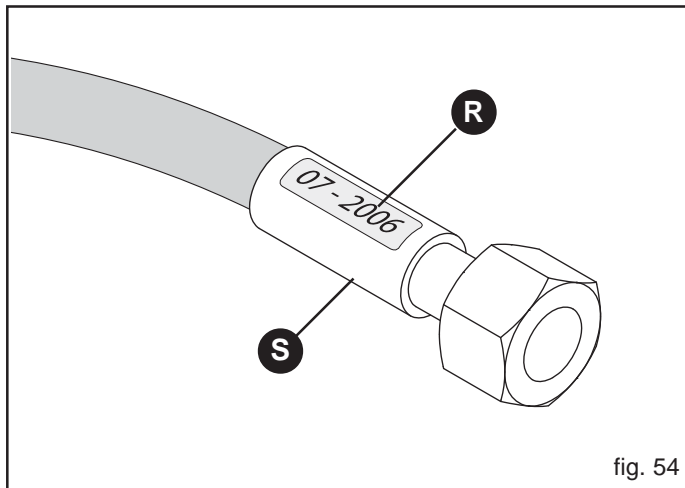

fig. 54
Auf Abbildung 54 (R) ist ein Beispiel zum Produktionsjahr der ölhydraulischen Rohre angegeben.
- Lecks in der Nähe der Einlagen (S, Abb. 54);
- Korrosion der Einlagen (S, Abb. 54);
- mehr als 5 Jahre seit dem Produktionsdatum vergangen sind (R, Abb. 54).